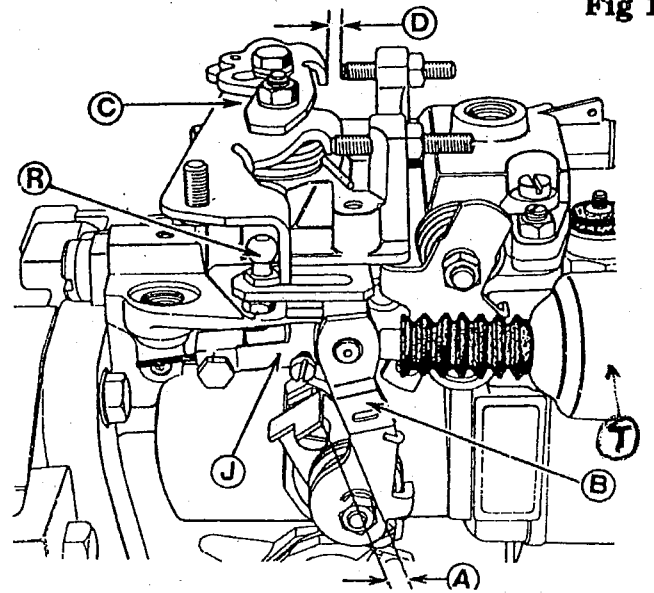

Fig 1
Mettre en place des cales d'épaisseur en (A) (Fig1) d'une valeur de 5,9 mm.